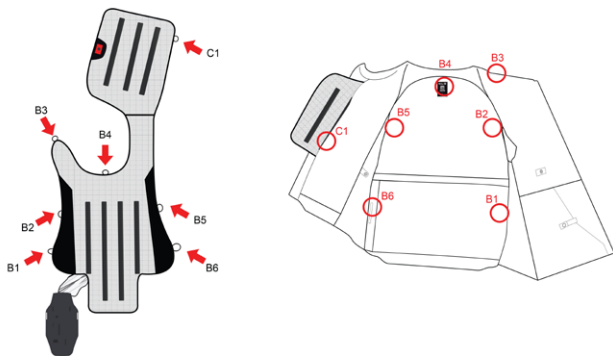

图 14
4. 打开所有连接夹，将安全气囊从背心上卸下。连接夹为如图 14 所示。